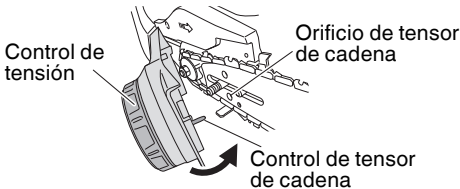

Fig. 8
- (2) Ajuste el control de tensión de la cubierta lateral de manera que el control del tensor de la cadena se introduzca en el orificio del tensor de la cadena de la barra de guía y coloque la cubierta lateral. (Fig. 8)